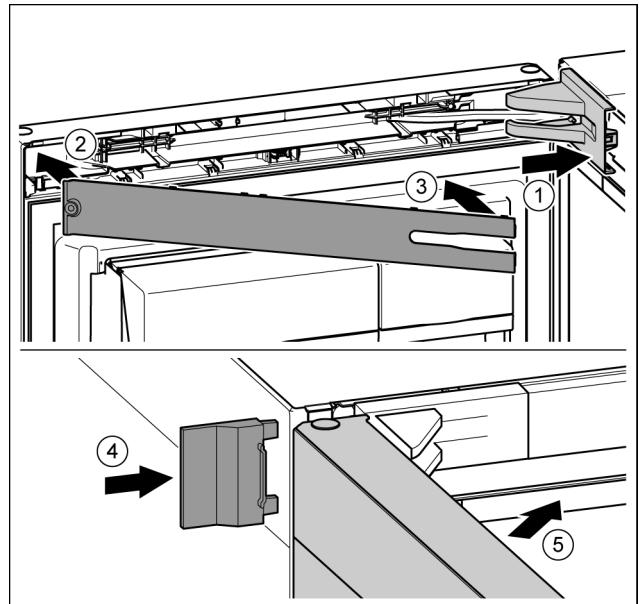

Fig. 26
- Lagerbockabdeckung aufsetzen und einrasten, ggf. vorsichtig auseinanderdrücken. Fig. 26 (1)
- Blende aufsetzen. Fig. 26 (2)
- Blende einschwenken und einrasten. Fig. 26 (3)
- Äußere Abdeckung aufschieben. Fig. 26 (4)
- Obere Tür schließen. Fig. 26 (5)